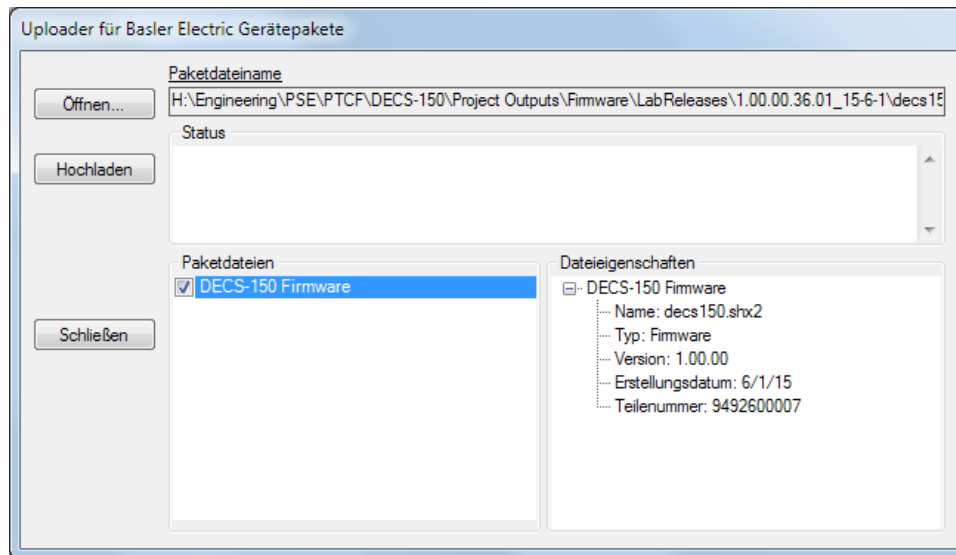

Abbildung 18-8. Fenster Gerätepaket-Uploader
5. Markieren Sie das Kästchen für die DECS-150 Firmware, wie in Abbildung 18-8 gezeigt. Notieren Sie sich die Versionsnummer der DECS-150 Firmware; dies ist die Version, die in einem späteren Schritt verwendet wird, um die Anwendungsversion in der Einstellungsdatei einzustellen.